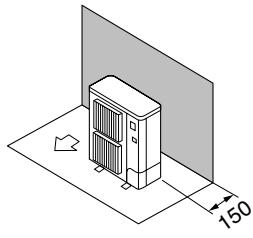

Fig. 2-2
① Alleen obstakels aan de achterzijde (Fig. 2-2)